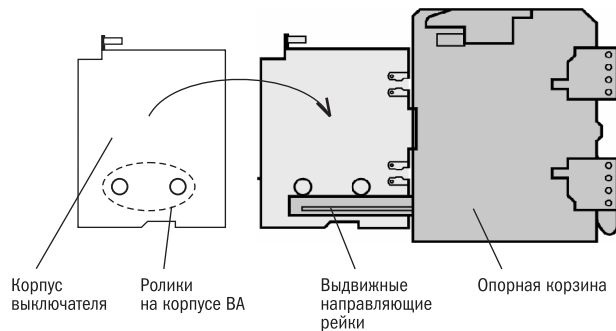

Рисунок 24. Расположение корпуса выключателя на выдвижной рейке
3) Используйте дополнительное подъемное устройство или подъемную платформу для установки корпуса выключателя на выдвижные рейки 9 (Рис. 24).